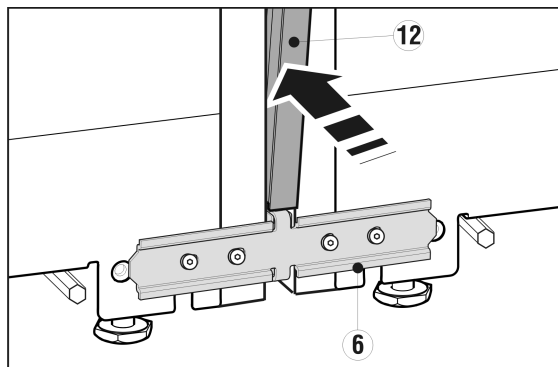

Fig. 7
Перед установкой сведите обе перемычки планки из нержавеющей стали Fig. 7 (12) вместе по всей длине. Так планка легче войдет в зазор. Для вдавливания планки используйте мягкую ткань, чтобы не допустить образования вмятин на ее поверхности. Планку следует вдавливать аккуратно и прямо, чтобы получить оптимальное соединение.
- ▶ Вдавите длинную планку из высококачественной стали Fig. 7 (12) в вертикальную щель на передней стороне: Обратите внимание, что планка опирается на крепежный уголок Fig. 7 (6).